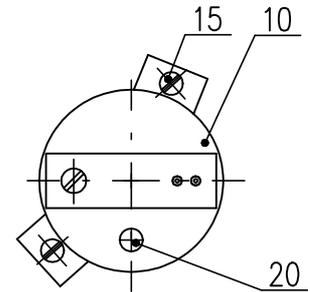

Рис.6
- Поворачиванием устанавливающего триммера GAIN (рис.6) установите величину выходного сигнала тока, измеряемого на клеммах 81-82, на величину 20 мА.
#### 4.5 Установка емкостного датчика (рис.6)